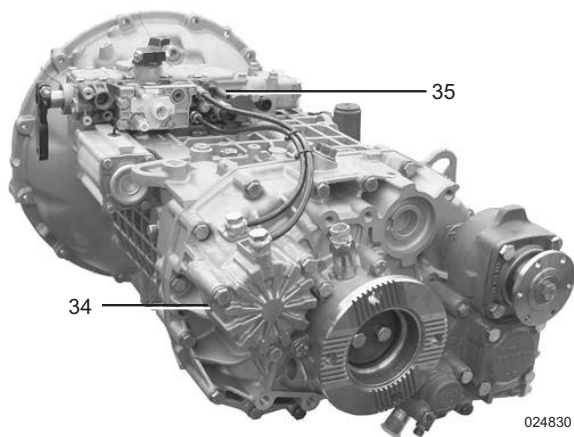

Рис. 3, Изображение с N 109/10
Управление демультипликатором состоит из клапана переключения (35) и установленного в коробке передач пневмоцилиндра двойного действия (34) (см. Рис. 3).